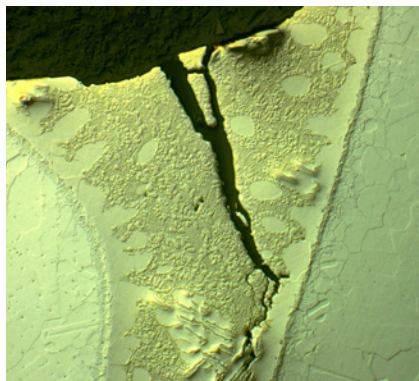

Abb. 2: Schliff durch die gerissene Verbindung eines austenitischen Stahls mit Hartlot aus einer Kupferlegierung. Differential-Interferenz-Kontrast, 100x.
- Beim Weichlöten (Abb.1) und Hartlöten (Abb. 2) wird ein Werkstoff mit einem niedrigeren Schmelzpunkt als der Schmelzpunkt der zu verbindenden Teile verwendet. Das geschmolzene Lot verbindet die beiden Teile.